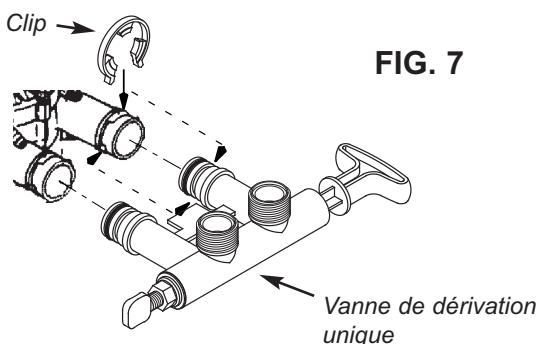

FIG. 7
11. Poussez la vanne de dérivation unique à fond dans la vanne d'adoucisseur. Enclenchez les deux grands clips de retenue de haut en bas, comme illustré aux Figures 7 & 8. Assurez-vous que les clips s'enclenchent fermement afin que la vanne de dérivation unique ne puisse pas être retirée.